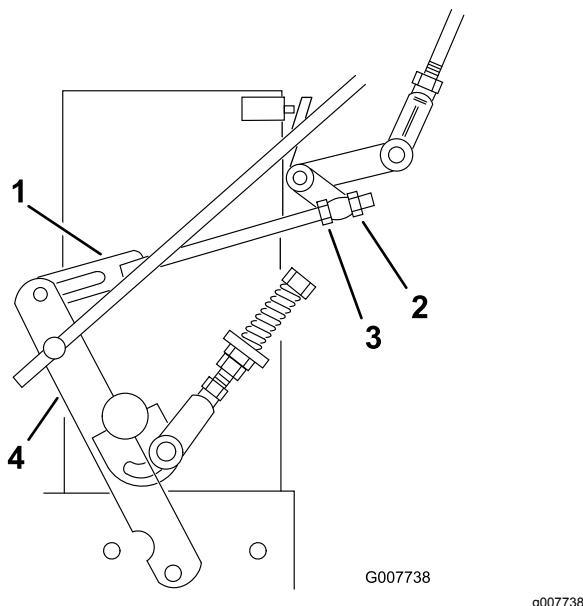

Bild 36
8. Lösen Sie die vordere Einstellmutter am linken hydraulischen Steuergestänge, wie in Bild 36 abgebildet.
9. Drehen Sie die hintere linke Einstellmutter nach links, bis sich das Rad vorwärts dreht (Bild 36).
10. Drehen Sie die hintere Einstellmutter jeweils um eine Vierteldrehung nach rechts. Schieben Sie den Fahrgeschwindigkeitshebel nach vorne und dann zurück in die NEUTRAL-Stellung. Wiederholen Sie diese Schritte, bis sich das linke Rad nicht mehr vorwärts dreht (Bild 36).